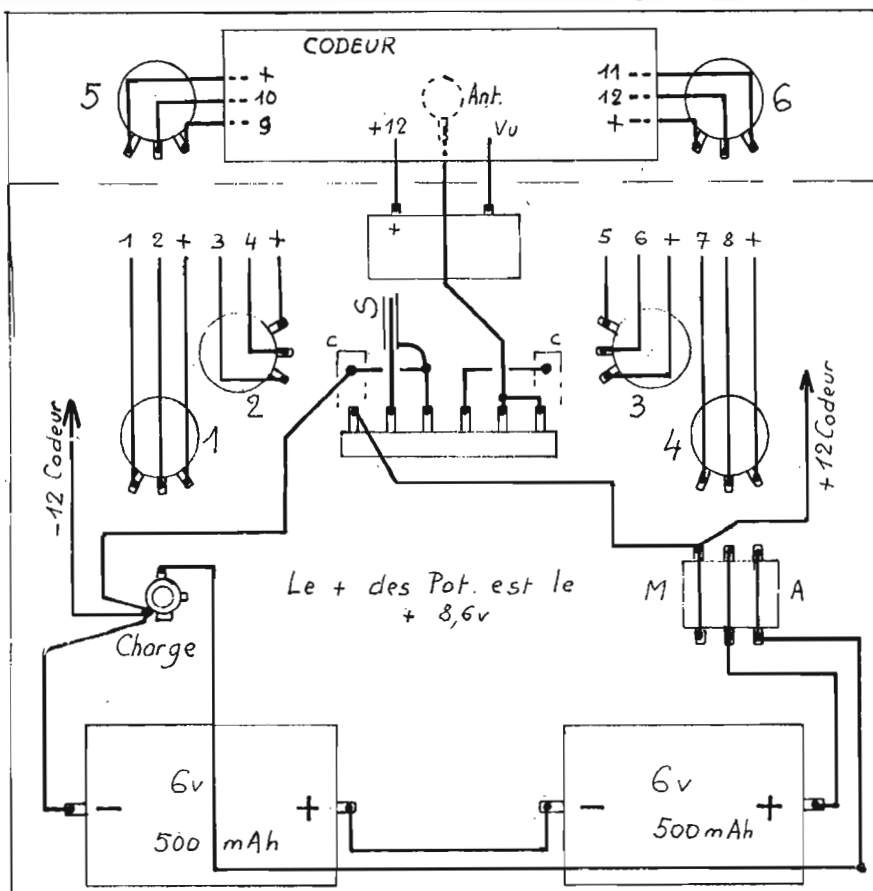

Fig. 23 : Interconnexions - codeur à transistors.
- Câbler suivant la figure 23 les interconnexions de ces éléments.
Tous composants soudés, préparer les liaisons aux potentiomètres. Voir figure 23. Travail à faire avec grand soin. Torsader chaque groupe de 3 fils. Laisser juste assez de longueur pour pouvoir déplacer sans gêne le circuit imprimé, pour une éventuelle intervention ultérieure. Ne pas oublier cependant que des longueurs excessives ne peuvent que nuire au fonctionnement.